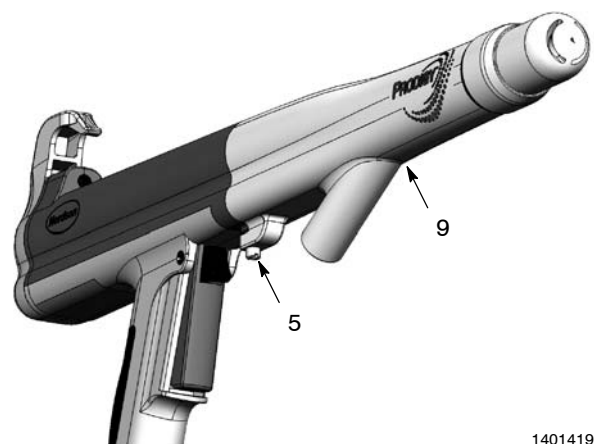

Abb. 14 Adapterhalteschraube lösen
2. Siehe Abbildung 14. Die Halteschraube (5) am Adapterboden lösen.